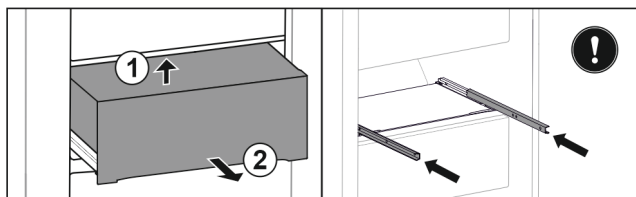

Fig. 142
- ▶ Levante el cajón por la parte trasera inferior. Fig. 142 (1)
- ▶ Extraiga el cajón hacia delante. Fig. 142 (2)